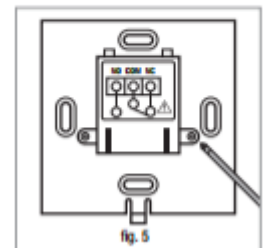

fig. 5
12. Aprire Clima Manager con il, cacciavite a taglio e Rimuovere la protezione morsetti (fig.5).